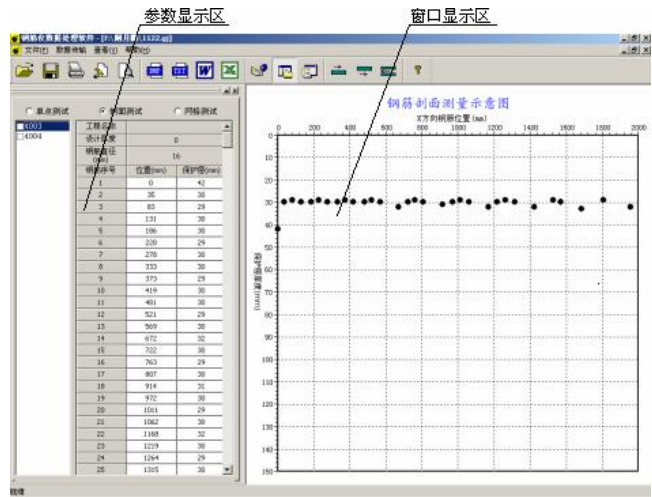

图 6-19
(2) 剖面测试：当用户选择剖面测试时，会弹出如图 6-19 所示的界面，在控制面板的数据显示区中显示当前项目编号所对应的数据，在右侧的窗口显示区内则显示钢筋剖面测量的位置，其中 Y 坐标表示保护层的厚度，X 坐标表示钢筋的具体位置，